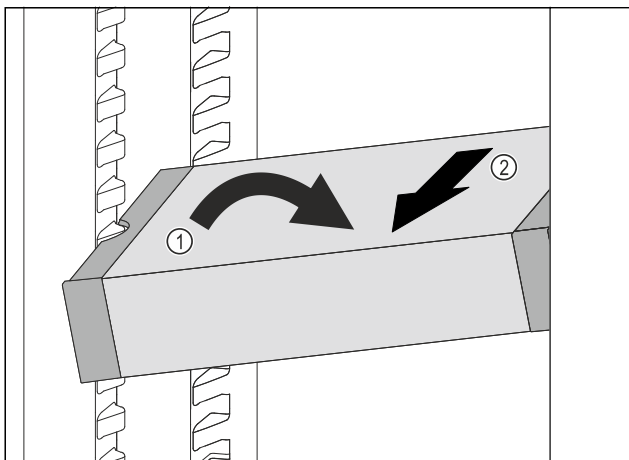

Fig. 135
- ▶ Наклонете VarioSafe в хладилната част. *Fig. 135 (1)*
- ▶ Извадете VarioSafe напред. *Fig. 135 (2)*